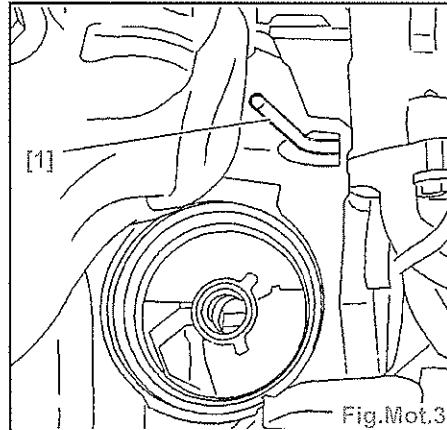

Fig.Mot.3
- Piger le volant moteur à l'aide de la pince [1] (Fig.Mot.3).
- Ecartez le tuyau d'alimentation de l'assistance de direction (6).